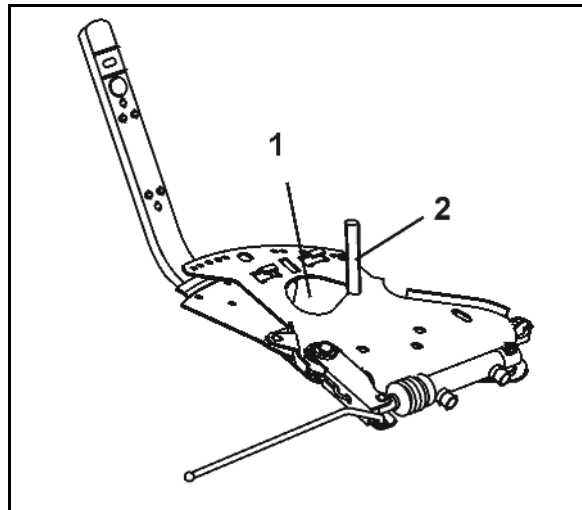

Fig. 83
2. Åpne doseringsspjeldet ved hjelp av stillespaken (Fig. 83/1).
4. Drei stillespaken på skalaen (Fig. 83/3) helt til anslaget mot bolten.
5. Fest stillspaken med vrihåndtaket (Fig. 83/2).
6. Løsne sekskantskruen (Fig. 83/6). Sett viseren (Fig. 83/5) på skalaverdien "8" og skru den fast med sekskantskruen. Viserens avlesingskant er (Fig. 83/4).